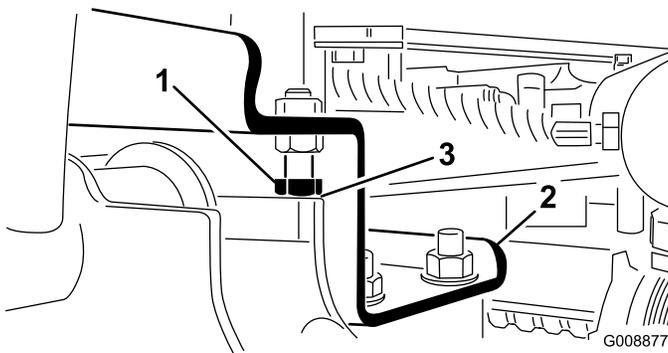

Figura 26
A. Allentate il bullone di arresto e regolate il cilindro in modo tale da ottenere il gioco desiderato (Figura 26).
2. Verificate che il gioco tra ciascun braccio di sollevamento e il bullone di arresto sia compreso tra 0,13 e 1,02 mm (Figura 26).